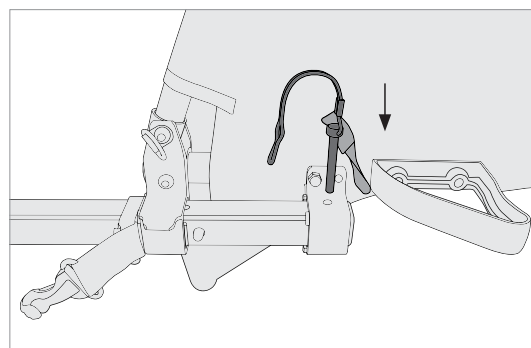

Abbildung 9
2. Den Halterungsstift von oben durch die aufeinander ausgerichteten Bohrungen von sowohl Deichselaufnahme als auch Deichsel einführen (Abbildung 9).